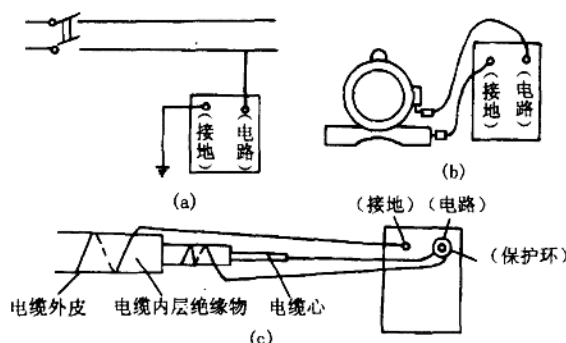

图 3 用兆欧表测量绝缘电阻的正确接法
⑨用兆欧表测量绝缘电阻的正确接法如图 3 所示,兆欧表上分别标有接地(E)、电路(L)和保护(G)的接线柱。
测量电路的绝缘电阻时,将被测端接于“电路”接线柱上,以良好的接地线接于“接地”接线柱上,如图 3(a)所示。测量电机的绝缘电阻时,将电机绕组接于“电路”接线柱上,机壳接于“接地”接线柱上,如图 3(b)所示。测量电缆心对电缆外皮的绝缘电阻时,除将电缆心和电缆外皮分别接于“电路”和“接地”接线柱外,再将电缆外皮和电缆心之间的内层绝缘物接“保护环”,以消除因表面漏电而引起的误差,如图 3(c)所示。